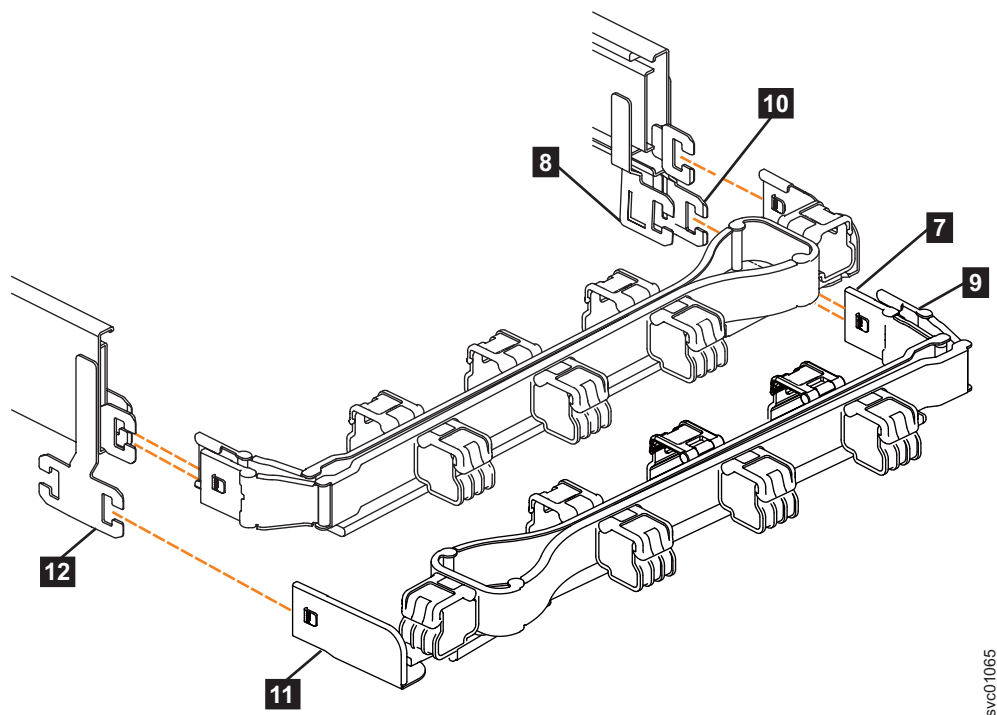

図 66. 下部 CMA アセンブリのコンポーネント
注: 下部 CMA アセンブリーを取り外す手順は、上部 CMA アセンブリーを取り外す手順と同じです。ただし、コンネクターの位置が逆です。例えば、上部 CMA のコンネクター・ベース (図 65 の **5**) は、右側のレールに接続します。下部 CMA のコンネクター・ベース (79 ページの図 66 の **11**) は、左側のレールに取り付けます。
6. 下部 CMA アセンブリのコンネクター・ベース (11) を左側のサポート・レールのコンネクター (12) から取り外します (図 66 を参照)。
7. 図 66 に示すように、下部 CMA アセンブリの内部コンネクター (9) を右側のサポート・レールの外部メンバー (10) から取り外します。
8. 図 66 に示すように、下部 CMA アセンブリの外部コンネクター (7) を、右側のサポート・レールの内部メンバー (8) から取り外します。